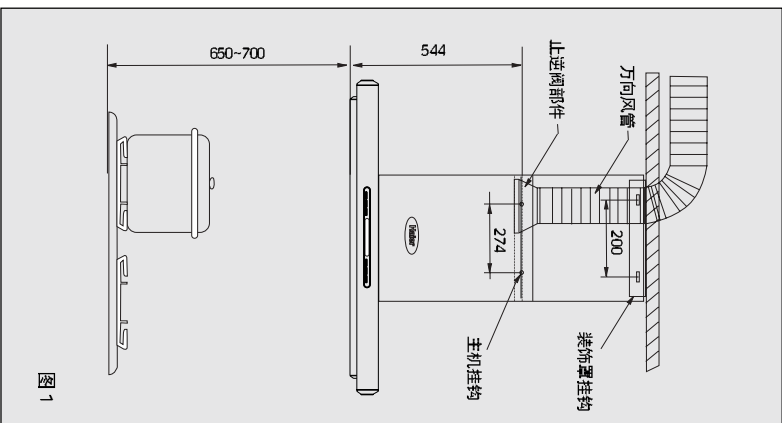

图1
1. 按图1尺寸在灶具上方坚实的地方确定冲击钻孔位置。冲击钻配上Φ8的冲击钻头，在钻孔位置上钻出2个直径为8mm，深为50mm的孔（间距为274mm），在两个打孔处安装膨胀螺栓，固定主机挂钩，旋入木螺钉拧紧。
- 2. 根据实际情况确定内装饰罩的高度，按图1尺寸在安装吸油烟机位置正上方坚实的地方确定冲击钻孔位置（间距为200mm）。在钻孔位置上钻出2个直径为8mm，深为50mm的孔，牢固埋设膨胀管，将装饰罩支架固孔对准膨胀管，旋入木螺钉拧紧。
将止逆阀部件与密封垫圈置于主机的出风口处，用8个M4x20的十字槽扁盘头螺钉紧固。将万向风管插入止逆阀座的槽内，并用2个ST3x8的螺钉紧固于止逆阀部件上（图1）。
- 2. 将装饰罩放置于主机出风口处，注意装饰罩下部与外罩顶部周边相吻合，根据实际情况确定内装饰罩的高度并固定装饰固定架后，将内装饰罩固定在固定架面（图1）。